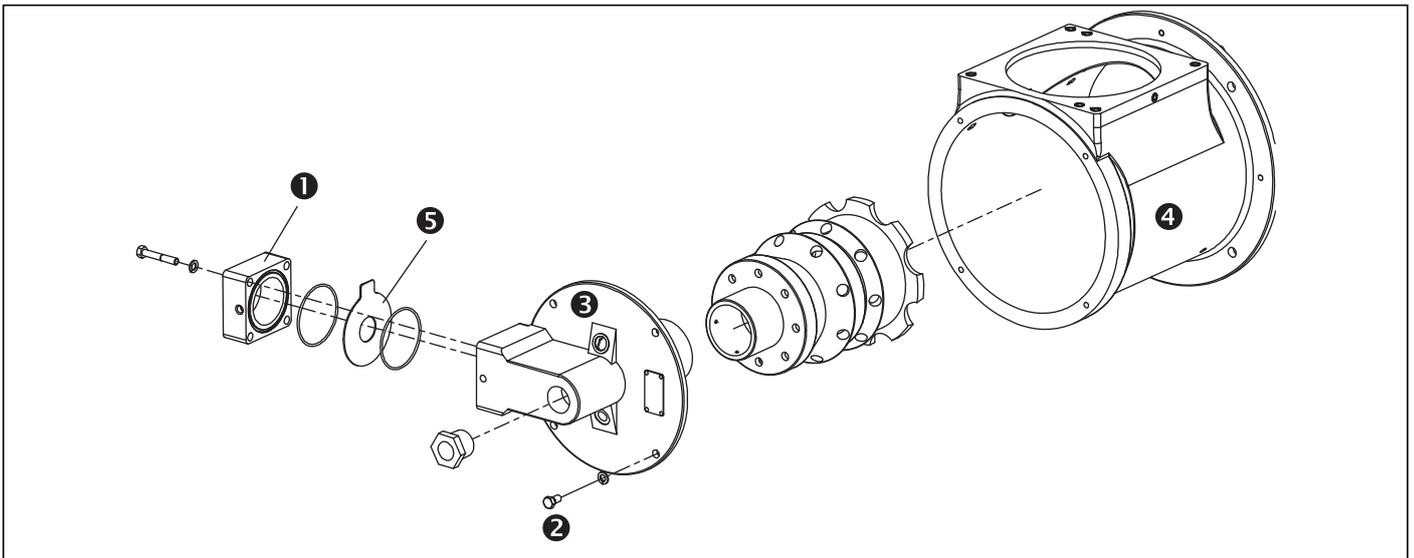

Figura 5.1
6. Retire y limpie la placa orificio ⑤, véase la figura 5.1
La cabeza y el conducto de combustión se pueden inspeccionar sin retirar el quemador de la pared de la cámara y sin entrar en la cámara. Véase la figura 5.1. Realice lo siguiente: